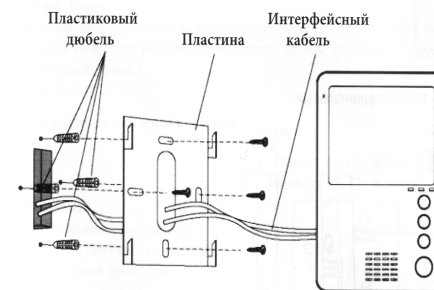

Рис. 2. Схема монтажа видеомонитора МЕТАКОМ MKV-VM8.
- е) Закрепите видеомонитор на заранее подготовленном месте с помощью прилагаемого крепежа (рис. 2).